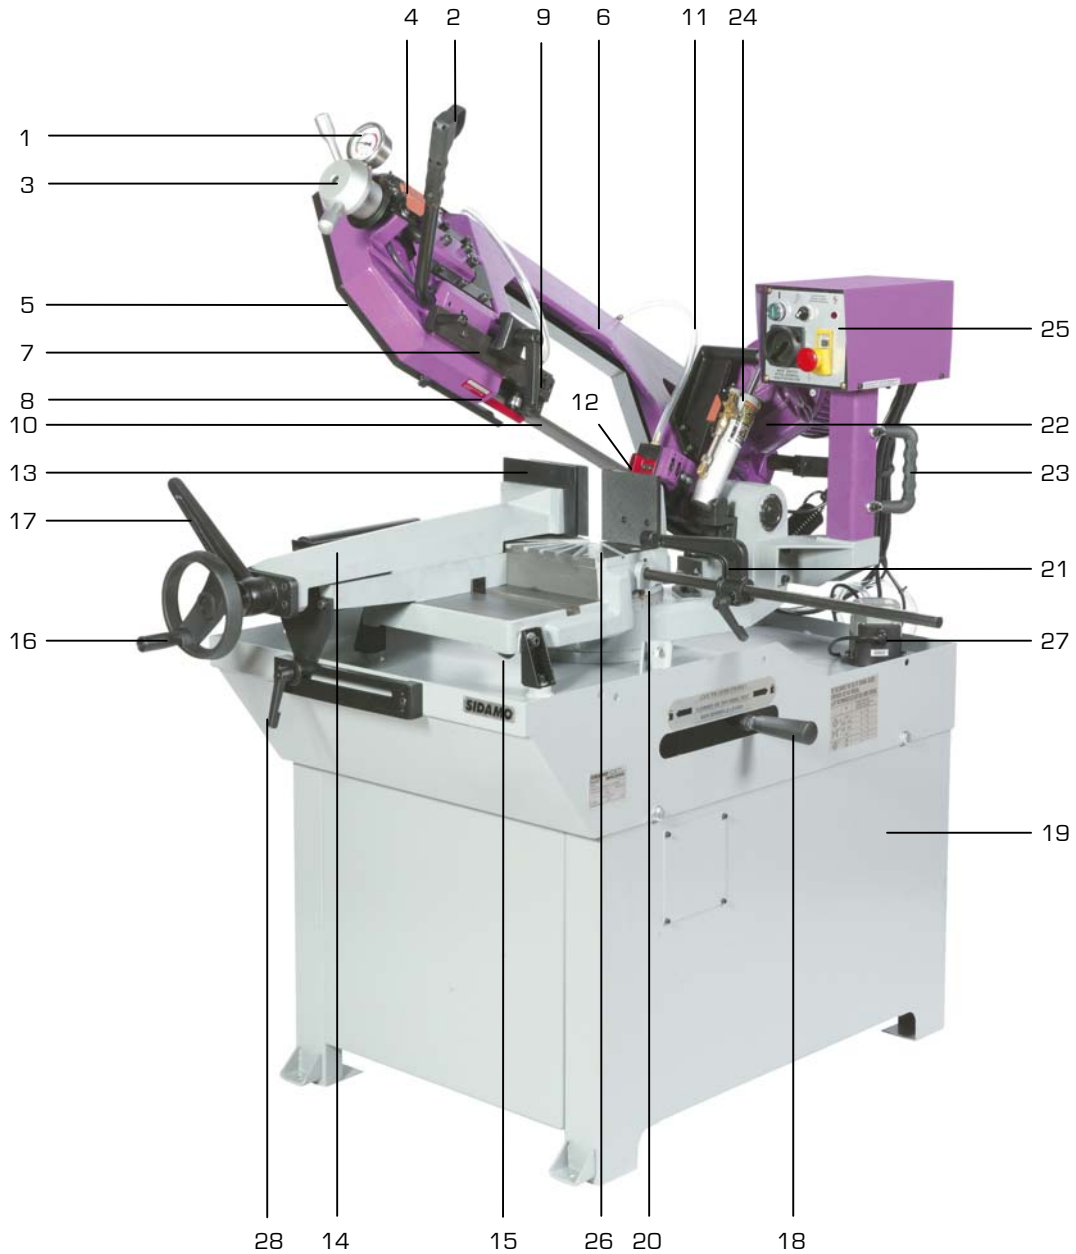

Figure 1
- Fixer le boîtier de commandes [19 fig.1] sur la machine au moyen des deux vis, sur le support droit de la scie à ruban.
- Insérer la butée de mesure [21 fig.1] dans son siège sur la base droite de l'étau, puis la bloquer.
Ce pictogramme de sens de défilement du ruban est présent sur le carter ruban (5 fig.1).
- Le volant de réglage de tension [3 fig.1] est associé à un manomètre de tension ruban [1 fig.1] et à un contacteur de sécurité de tension ruban [4 fig.1]. Si celui-ci n'est pas enclenché, la scie ne démarre pas.